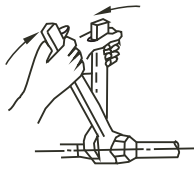

Рис. 7-6
- При подсоединении или отсоединении трубопроводов хладагента необходимо использовать гаечный и динамометрический ключи (см. рис. 7-6).